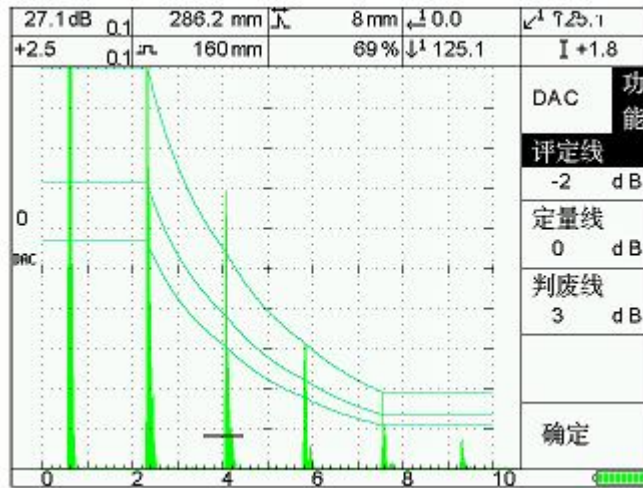

图 5-2
(2) 按[E],选择曲线参数,见图 5-2。评定线、定量线、及判废线可分别输入。